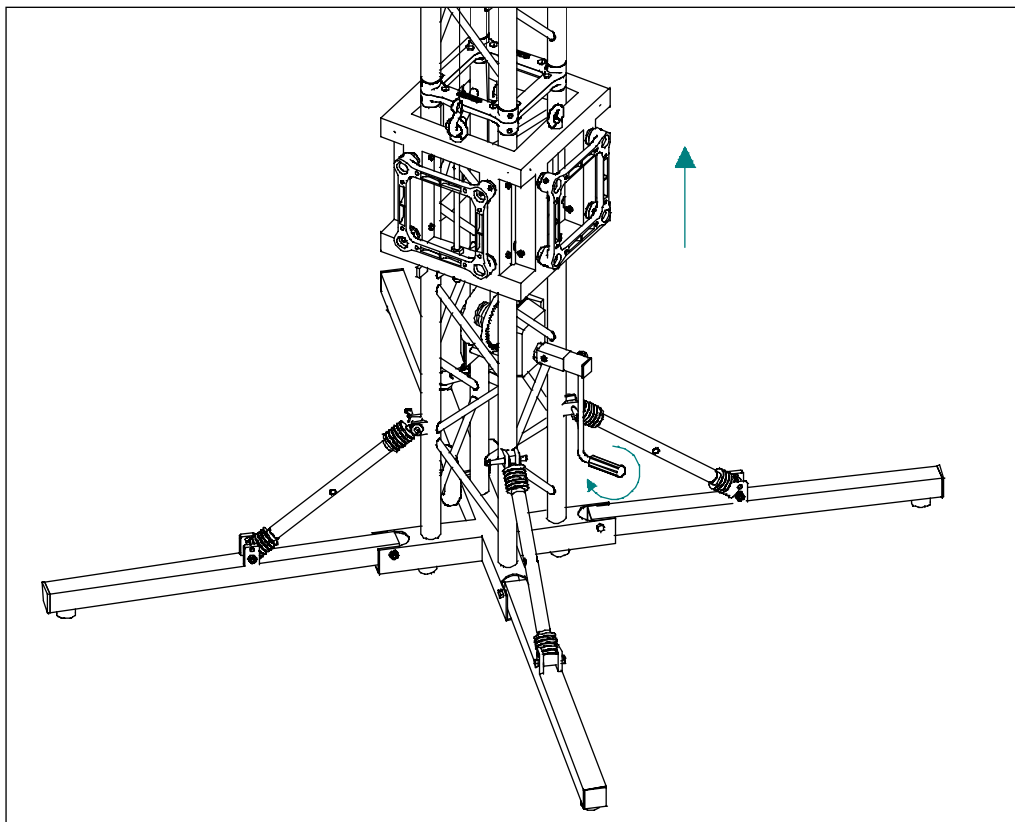

Fig. 13
11. L'operazione successiva è quella di mettere opportunamente in tensione la fune ruotando in senso orario la manovella prima di procedere all'applicazione del carico (fig. 13).